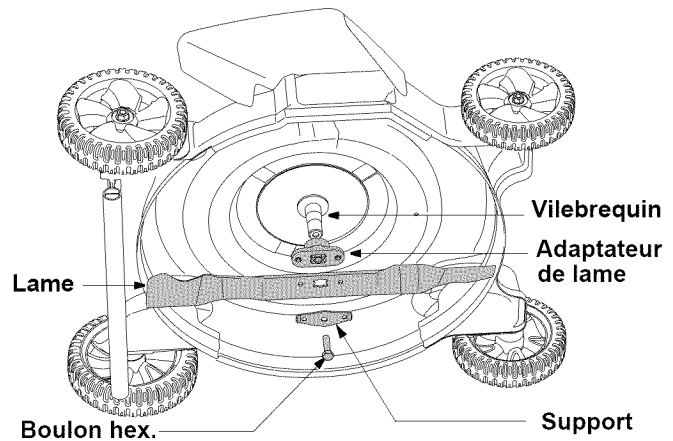

Figure 11
- Enlevez le boulon et le support de la lame qui maintiennent la lame et l'adaptateur sur le vilebrequin. Voir la Figure 11.
- Placez l'adaptateur de la lame sur le vilebrequin, «l'étoile» à l'opposé du moteur. Voir la Figure 11. Placez la lame, le côté sur lequel la mention «Bottom» (ou le numéro de pièce) apparaît, à l'opposé de l'adaptateur. Alignez le support de la lame sur celle-ci en enfonçant les pattes dans les trous de la lame, puis insérez le boulon hex.